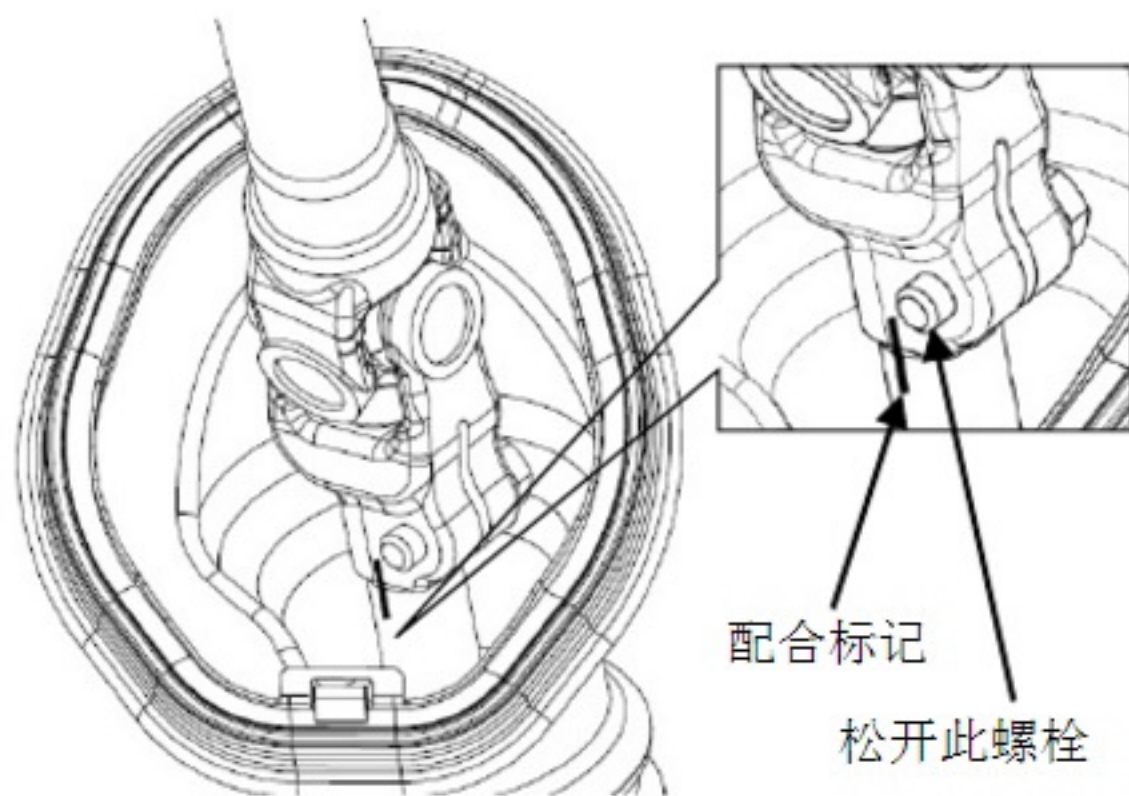

图5-9
①在中间轴下端与转向器输入轴配合处做好配合标记, 如图 5-9 所示。
②此时可以套上转向盘转动, 使螺栓处于方便操作的位置, 松开螺栓, 拔出中间轴。